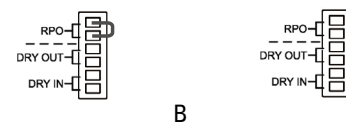

Fig. 23. Conector para el RPO externo.
- Bien al retirar el conector hembra del zócalo donde está insertado. Este conector lleva conectado un cable a modo de puente que cierra el circuito (ver Fig. 23-A).
- O al accionar el pulsador externo al equipo y de propiedad del usuario e instalado entre los terminales del conector (ver Fig. 23-B). La conexión en el pulsador deberá estar en el contacto normalmente cerrado -NC-, por lo que abrirá el circuito al accionarlo.